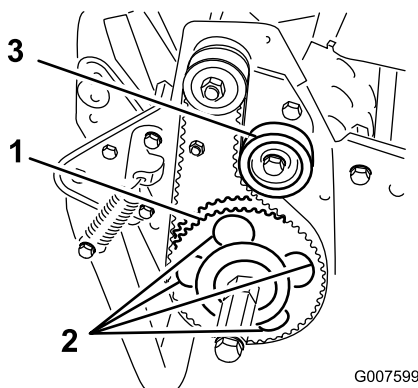

Figura 45
7. Rode a polia conduzida até que os furos fiquem alinhados com os 4 parafusos flangeados dos rolamentos do rolo (Figura 45).
11. Ajuste a tensão da correia e aperte o parafuso de montagem da polia intermédia (Figura 45).